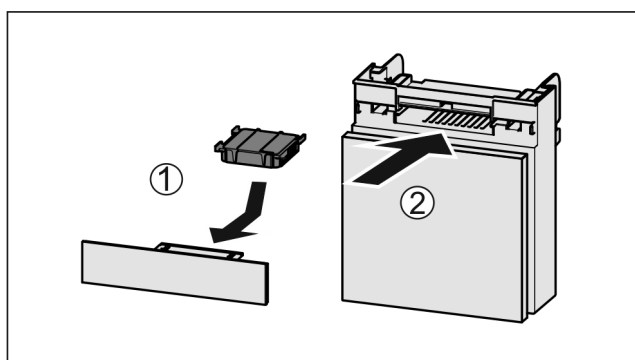

Fig. 45
- ▶ Aktivkohlefilter nach Abbildung einsetzen Fig. 45 (1).
- ▶ Fach einschieben Fig. 45 (2).